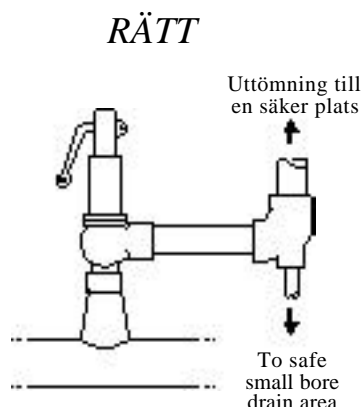

Fig. 3
- 5.8** Då rörverket på utloppssidan är riktat uppåt ska det finnas ett litet dräneringshål vid dess lägsta punkt. (Fig. 3). Detta ska vara placerat så att uttömning i detta hål inte kan leda till skador eller obekvämligheter.